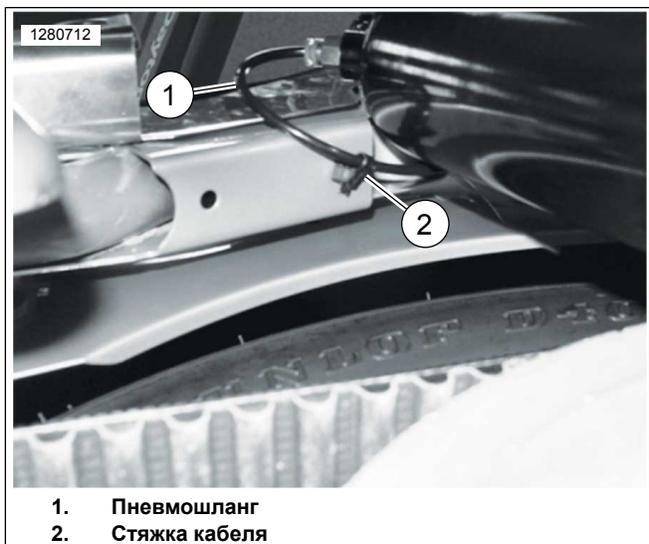

Рисунок 4. Прокладка шланга пневмопривода для моделей 2003 года и более поздних
- c. **Модели 2003 года и позднее:** см Рисунок 4 . Снимите левый шланг пневмопривода амортизатора (1) с воздушного клапана и повторно проложите его под верхним монтажным узлом. Используя стяжку кабеля (2), закрепите шланг для подачи воздуха, как показано, следите за тем, чтобы не перегнуть и не защемить его. Заново установите шланг в воздушный клапан и установите клапан в отверстие на левой стороне кронштейна с маркировкой «F».